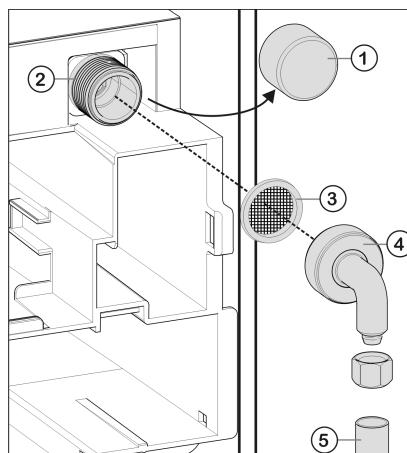

Fig. 31
- Retire el tapón Fig. 31 (1) de la electroválvula Fig. 31 (2).
- Asegúrese de que la junta Fig. 31 (3) está introducida en la pieza angular Fig. 31 (4) suministrada.
- Conecte la pieza angular Fig. 31 (4) en la electroválvula Fig. 31 (2) y apriétela, por ejemplo, con una llave de boca.
- Conecte la tubería doméstica Fig. 31 (5) (por ejemplo, de cobre) en la pieza angular Fig. 31 (4).